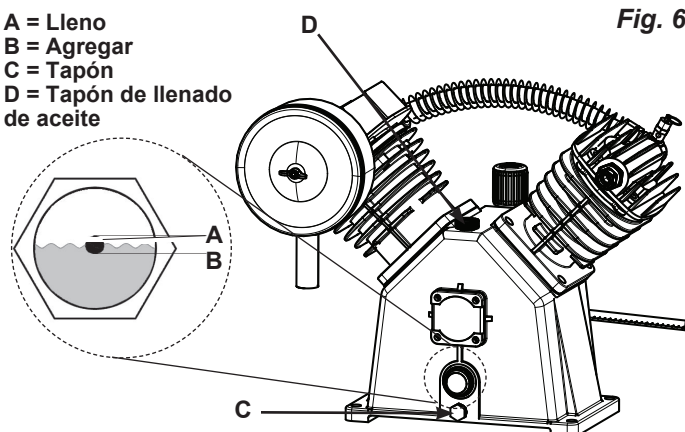

Fig. 6
2. Compruebe el nivel de aceite de la bomba (Vea **Fig. 6**, "Verificación del nivel de aceite" en la sección de Mantenimiento).
1. Compruebe el nivel de aceite de la bomba (Vea **Fig. 6**, "Verificación del nivel de aceite" en la sección de Mantenimiento).
Verifique el nivel de aceite en cada bomba con la mirilla (Vea Fig. 6).
Quite el tapón (Vea Fig. 6 C) del aceite y deje que salga hasta gotear, luego vuelva a poner el tapón. Desenrosque el tapón de llenado de aceite (D) y añada aceite para compresor (consulte el manual de piezas) hasta que el nivel se encuentre entre (A) Lleno y Agregar (B). Coloque de nuevo el tapón. La bomba no puede llenarse nunca por defecto ni por exceso.